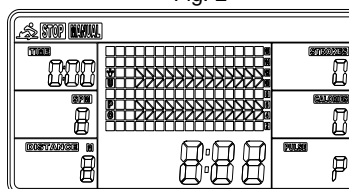

Fig. 4
**(1) MANUAL (Fig. 4):** Hay 2 opciones en el modo MANUAL.